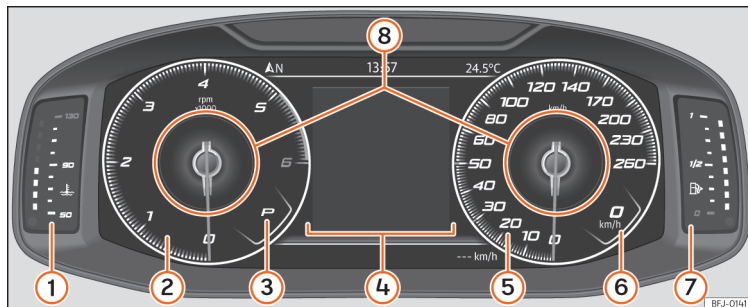

Abb. 75 SEAT Digital Cockpit in der Schalttafel (klassische Ansicht).
Die in der *Klassischen Ansicht* und in der Ansicht *Halbkreisförmige Instrumente* angezeigten Informationen können in den **Informationsprofilen** » **Abb. 75** ⑧ personalisiert werden.
Die Zeiger der Umdrehungen pro Minute und der Geschwindigkeitsmesser werden über die gesamte Länge angezeigt »» **Abb. 75**.